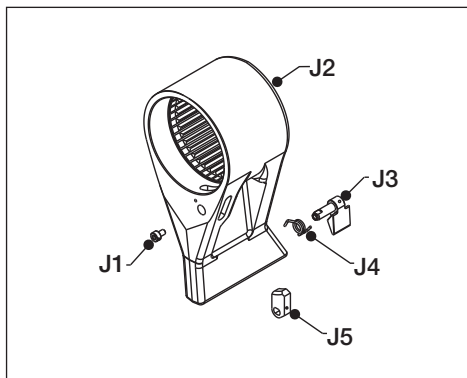

图 26
- 反力臂 (图 26 中的组件 J2)
#### 5.3.9 反力臂插销 - 拆卸和重新装配 (图 26)